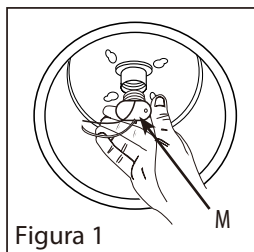

Figura 1
2. Enrosque la coleta del portalámparas (M) en el portalámparas de la caja empotrada (Figura 1).